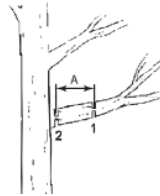

Рисунок 6
- Під час спилування гілок діаметром більше ніж 100 мм, рекомендується спочатку відпиляти основну частину гілки (1), а потім – решту частину гілки (2) (див. Рисунок 6). Відстань (А) між пропилами (1) і (2) має становити приблизно 250 мм.